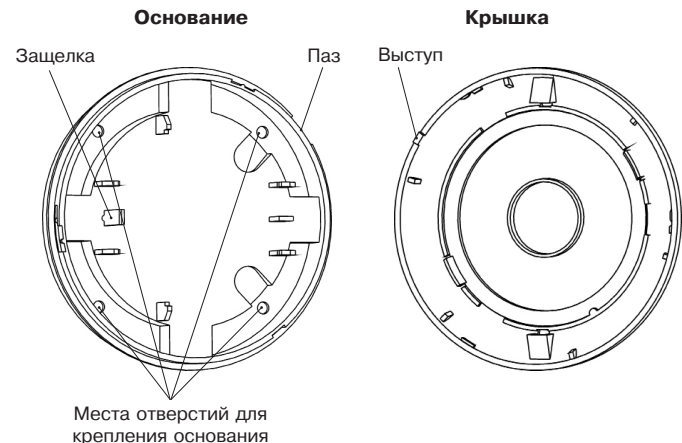

Рисунок 2 – Основание и крышка извещателя
- снимите крышку извещателя, повернув крышку против часовой до упора в пазе на наружном кольце основания извещателя, а затем поднимите крышку (рис. 2)
- снимите печатную плату, отжав удерживающий ее фиксатор (рис. 2);
- просверлите в основании корпуса отверстия (рис. 2), которые будут использоваться для крепления извещателя;